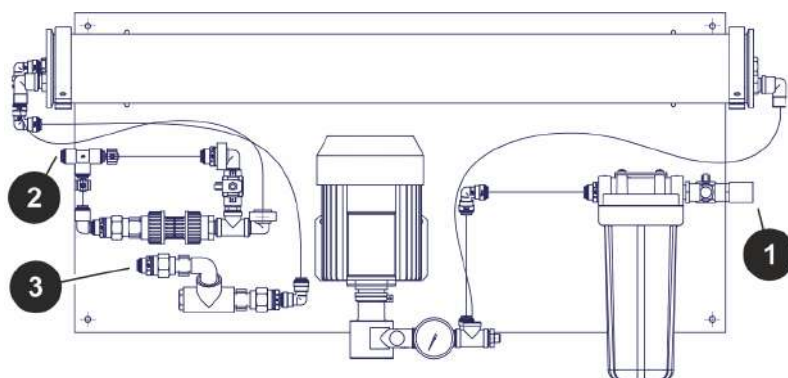
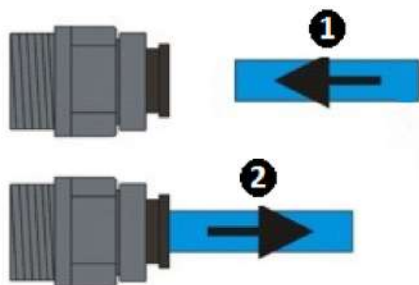

Fig. 72: Sistema de ósmosis inversa de 300 l/h, Schweitzer Chemie
Fig. 73: Conexión de ósmosis
- Conexión: G3/4" IG, en el sitio (Schweitzer Chemie Fig. 72/1)
- Conexión: Enchufe de 12 mm (Schweitzer Chemie Fig. 72/2)
- Conexión: Enchufe de 12 mm (Schweitzer Chemie Fig. 72/3)
Lleve el conducto de suministro de agua sin tratar desde arriba al equipo y conéctelo a través de un empalme desmontable a la toma de agua sin tratar (Fig. 72/1) (Fig. 73/1) y fíjelo tirando hacia atrás (Fig. 73/2).
4. Inserte el conducto de aguas residuales rojo (PE 10 mm) en la salida de aguas residuales (Fig. 72/2), (Fig. 73/1) fíjelo tirando de él (Fig. 73/2) y conéctelo al sistema de evacuación de aguas residuales. Asegúrese de que la salida esté libre.
Inserte el conducto de agua depurada azul en la toma de agua depurada (Fig. 72/3) y (Fig. 73/1) fíjelo tirando de él (Fig. 73/2).